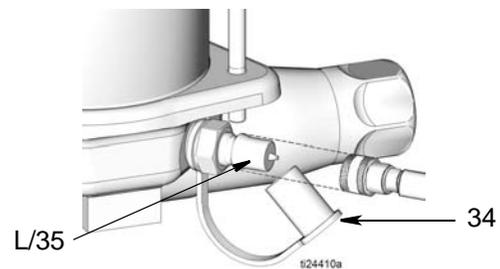

图 4
1. 将滑脂盖 (34) (图 4) 从注入端口 (L) 上拆下以便能接触注入柱 (35)。
2. 将注入泵上的快速连接管与液箱上的注入端口 (L) 相连。
4. 从注入泵注入杆断开注入泵连接 (35, 图 4)。
5. 将滑脂盖 (34) 固定在注入杆之上 (35) (图 4)。